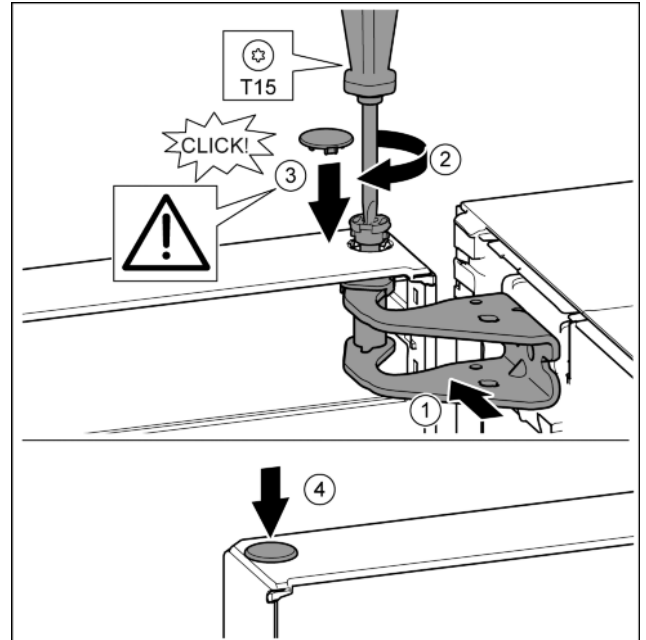

Fig. 23
- ▶ Tür oben zur Öffnung im Lagerbock ausrichten. Fig. 23 (1)
- ▶ Bolzen einsetzen und mit Schraubendreher T15 festschrauben. Fig. 23 (2)
- ▶ Sicherungsabdeckung zur Sicherung der Tür montieren: Sicherungsabdeckung einsetzen und kontrollieren ob sie auf der Tür aufliegt. Ansonsten Bolzen vollständig einsetzen. Fig. 23 (3)
- ▶ Stopfen einsetzen. Fig. 23 (4)